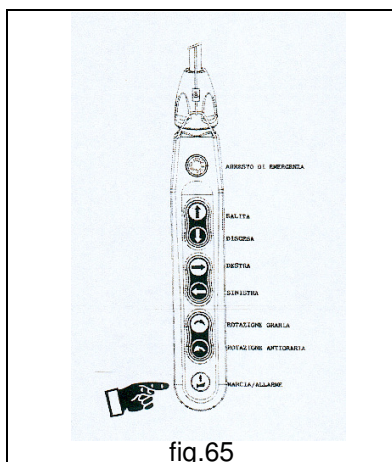

fig.65
- **SEMPRE** dare avvertenza, tramite la sirena se installata, al personale che lavora in prossimità della zona di manovra della gru a bandiera dell'inizio delle operazioni di movimentazione del carico (fig.65).